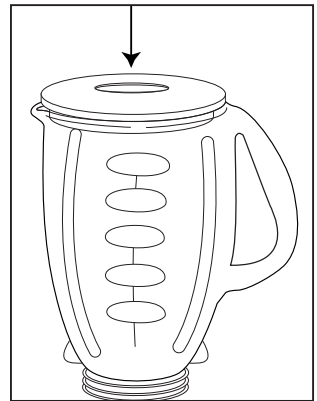

FIGURE 6
- N'ôtez pas le couvercle durant la marche – ajoutez les ingrédients par l'orifice du bouchon. (Figure 6)